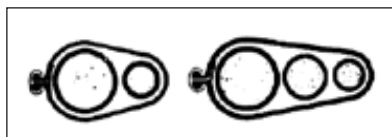

Рисунок 4.14 - Расположение застежки манжеты и кабелей при разветвительных соединениях
4.2.6 Устанавливают манжету над муфтой по ранее сделанным отметкам на оболочке (шланге) таким образом, чтобы перекрывающий клапан, направляющие манжеты и застежка располагались над самым большим по диаметру кабелем (рисунок 4.14).